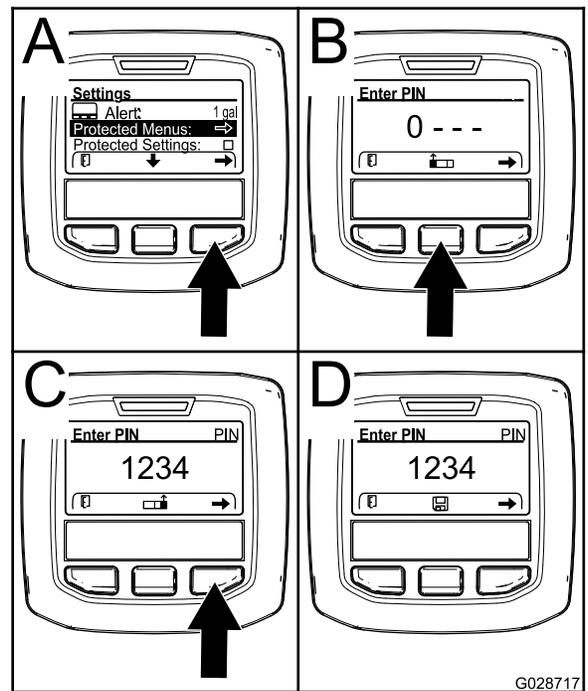

Figura 25
4. Carregue no botão de seleção direito para selecionar a opção de menus protegidos (A de Figura 25).
- Carregue no botão de seleção central (B de Figura 25) para aumentar o valor numérico (0 a 9)..
- Carregue no botão de seleção direito (C de Figura 25) para mover o cursor para a posição numérica seguinte à direita.
Nota: Surge o ícone de Guardar surge acima do botão de seleção central (D de Figura 25).